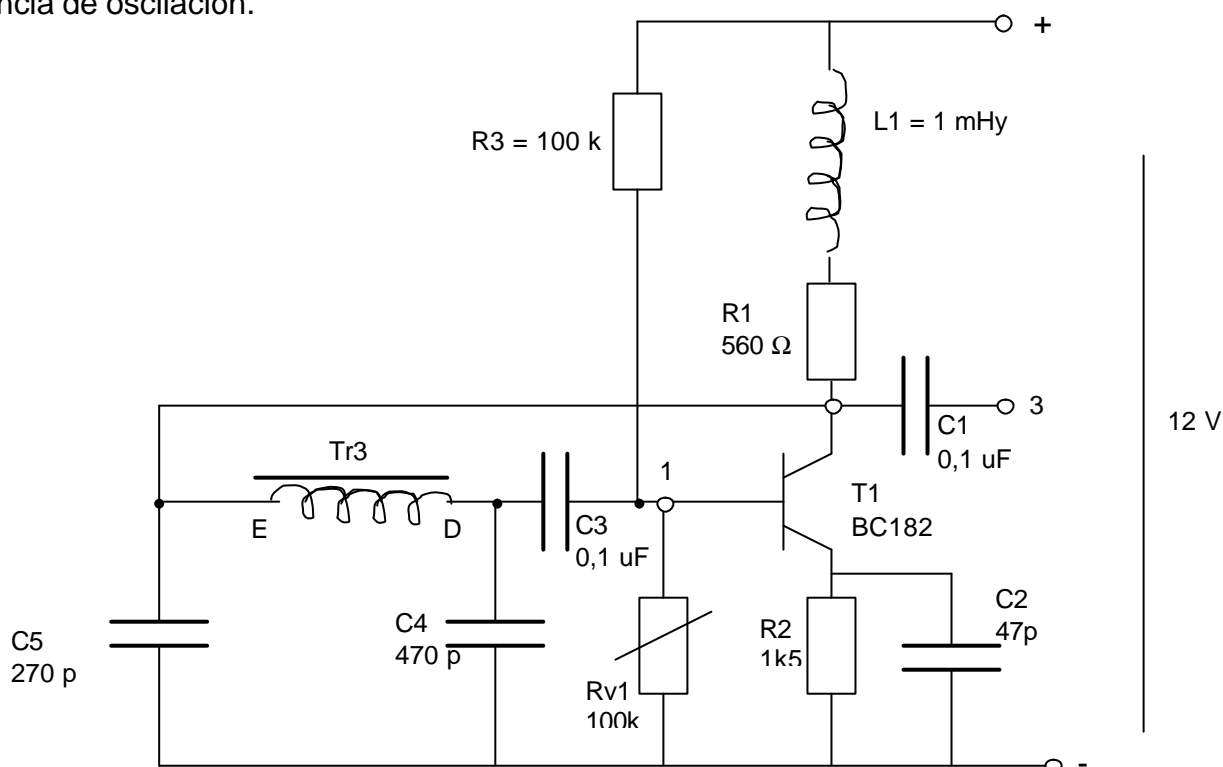

Figura 4
- Realizar el circuito de la Figura 4.